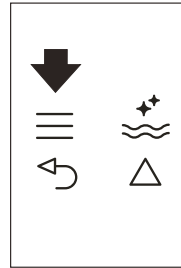
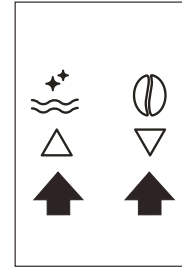

Fig. 22
Fig. 9
- ▶ Appuyez sur l'icône  (B2) pour entrer dans le menu (Fig. 22) ou appuyez sur les icônes   (B7) et (B8) (Fig. 9) jusqu'à ce que le message « PROGRAM HOT WATER » (PROGRAMMER EAU CHAUDE) s'affiche.